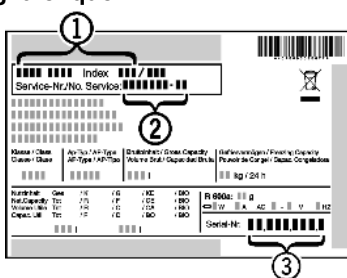

Fig. 53
- ▶ Consulter la désignation de l'appareil *Fig. 53 (1)*, le N° de service *Fig. 53 (2)* et le N° de série *Fig. 53 (3)* sur la plaque signalétique. La plaque signalétique se trouve à l'intérieur de l'appareil, sur le côté gauche.